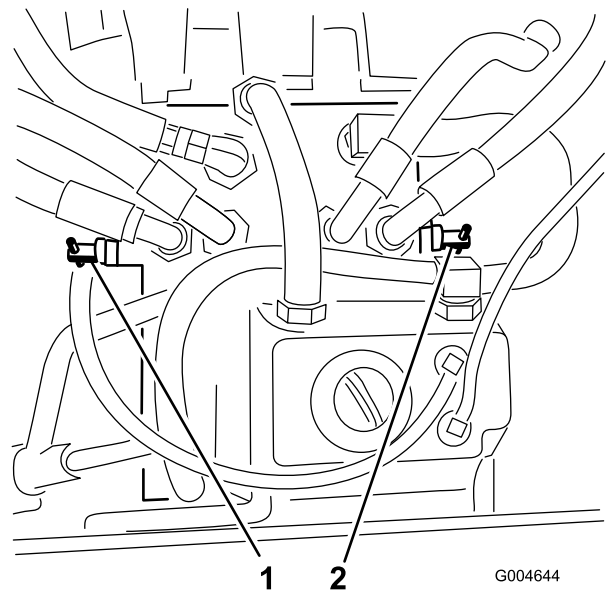

Figura 45
3. Gire las válvulas de desvío una vuelta en el sentido contrario a las agujas del reloj (Figura 45).
Gire cada válvula de desvío una vuelta en el sentido de las agujas del reloj y apriételas a mano (par de apriete de 8 N·m (71 pulgadas-libra) aproximadamente) (Figura 45).